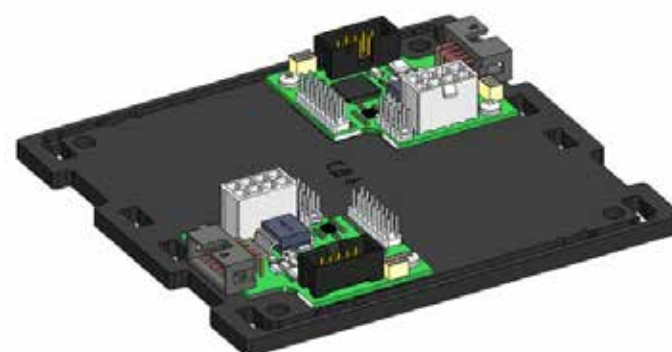

Рисунок 12. Установка второй платы
2) На нижнее основание (обозначено: СД ↓) установить вторую универсальную плату, закрепить плату винтами М3х6 с цилиндрической головкой (рисунок 12):